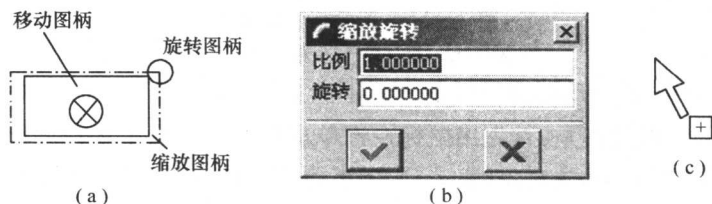

图 2-13 操纵框包围矩形及“缩放旋转”对话框
(1)在图形窗口内画一个矩形,选择该矩形,单击  按钮,出现操纵框包围所选矩形,并弹出“缩放旋转”对话框,如图 2-13 所示。
(2)选择主菜单中的“编辑”→“复制”命令,然后,再选择“编辑”→“粘贴”命令,此时,在图形窗口内,鼠标的形状如图 2-13(c)所示,在需要复制图元的位置单击鼠标,出现图 2-13(a)和(b)所示的操纵框包围图元和“缩放旋转”对话框,随后的操作,与 2.3.4 节图形的旋转、缩放和移动相同。